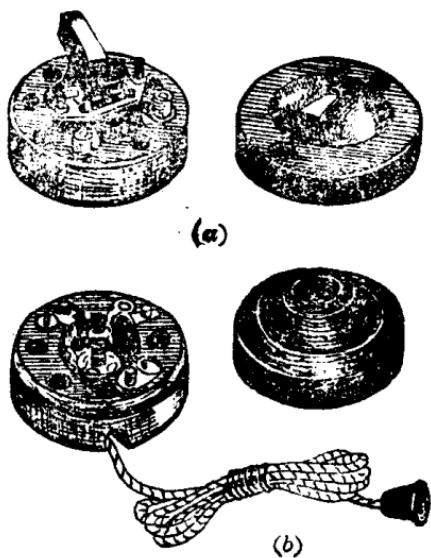

图 1-11
1. 一个开关控制一盏灯。常用的开关有单联平开关，如图 1-11(a)；拉线开关，如图 1-11(b)，以及床头开关等。现在大都用拉线式开关，因为它既安全，又省电线。电路中的电线有两根，在安装之前，先要用测电笔(测电笔的用法见第六章)测量一下，记住哪一根是火线，哪一根是地线，接着切断电源，